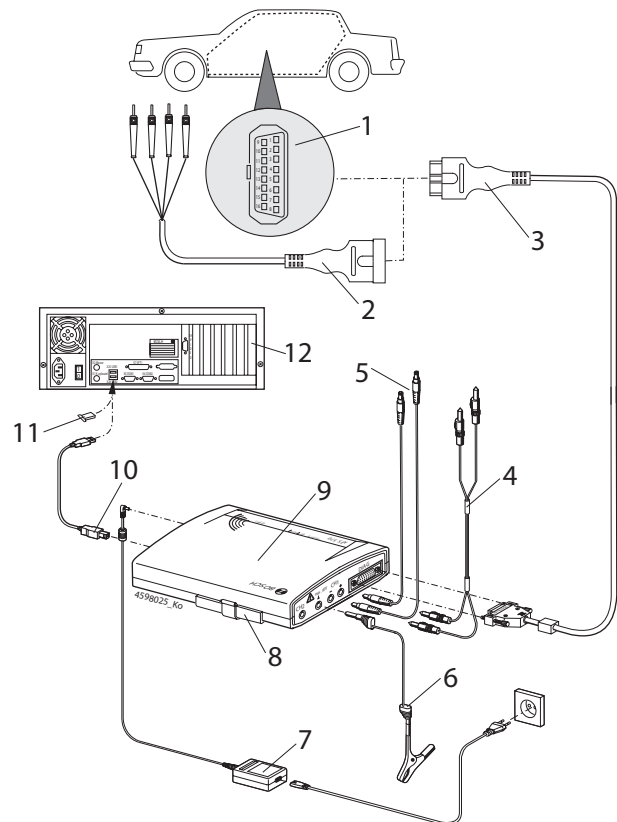

Fig. 3: Schema dei collegamenti sull'esempio del KTS 570
! Utilizzare il cavo di collegamento UNI (fig. 3, pos. 2) solo per misurazioni inferiori a 30 Volt.
- il cavo di diagnosi OBD (fig.3, pos. 3) o
- il cavo di diagnosi OBD e in aggiunta mediante il cavo di collegamento UNI (fig. 3, pos. 2) o